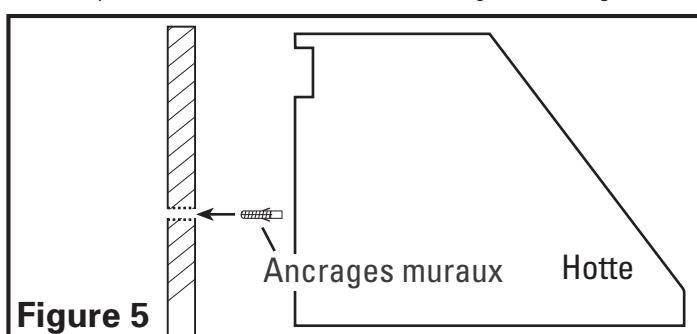

Figure 5
- Installez les ancrages muraux en perçant des trous aux emplacements marqués sur le gabarit pour ensuite installer les ancrages en place. Une méthode alternative est de faire reposer la cavité à l'arrière de la hotte sur la bande de bois et de marquer les emplacements de perçage sur le mur pour les ancrages muraux au bas de l'arrière de la hotte puis de retirer la hotte et d'installer les ancrages muraux (**Figure 5**).